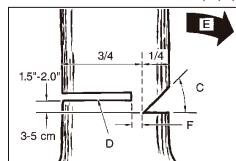

Fig. 11B
**ADVERTENCIA:** Nunca camine delante de un árbol al que se haya realizado un corte de tala. Realice el corte de derribo (D) desde el otro lado del árbol y a 1.5 - 2,0 pulgadas (3-5 cm) por encima del borde del corte de tala (C) (Fig. 11B)